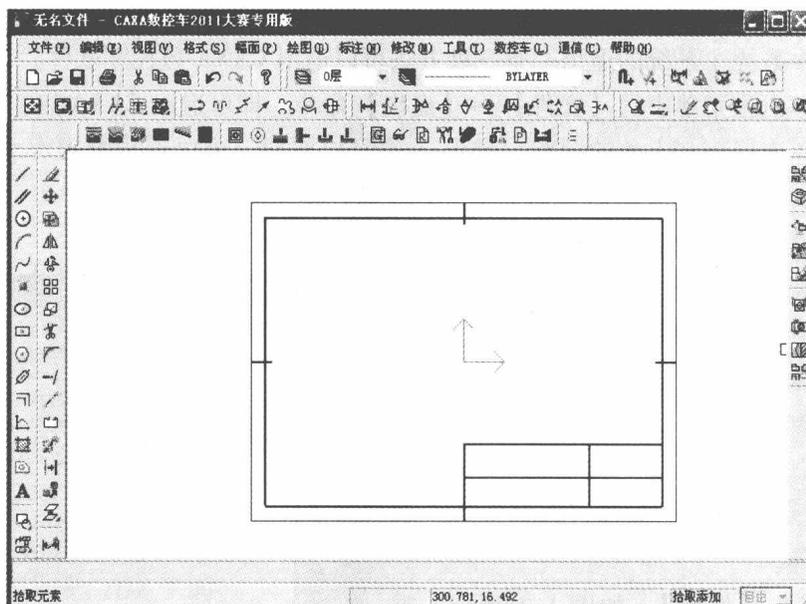

图 1-1 图框
完成 CAXA 数控车软件的安装，并完成图 1-1 所示图框的绘制。
3) 根据图纸的具体大小进行图纸幅面的设置后，再调入相应的标题栏及图框，然后填写标题栏，即可完成图框的绘制，如图 1-1 所示。注意：填写标题栏时可以利用菜单填写，也可以运用文字输入填写。
- (1) CAXA 数控车 2011 软件的安装与卸载是怎样完成的？
- (2) CAXA 数控车 2011 软件有哪些主要功能？
- (3) 在图 1-1 上标出 CAXA 数控车 2011 软件界面的组成。